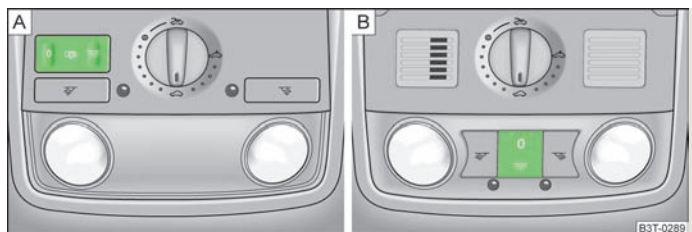

Abb. 39 Innenleuchte vorn
- Den Schalter im Bereich des Symbols  $\rightarrow$  » Abb. 39 drücken.
- Den Schalter in die Mittelstellung stellen. Bei Fahrzeugen ohne Innenraumüberwachung ist die Mittelstellung mit dem Symbol  $\rightarrow$  » Abb. 39 - A gekennzeichnet.